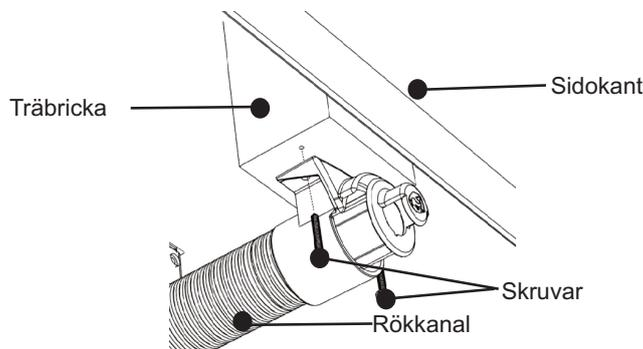

Bild 16 Montering av röckanalterminal till fordonet
- iv. Tryck på inlopps-rökkanalen i änden av rökkanalterminalen (sitter på fordonsgolvet). Rökkanalen **måste** tryckas ända in. Se bild 16. Rökkanalen **måste** vara synlig i rökkanalterminalen.